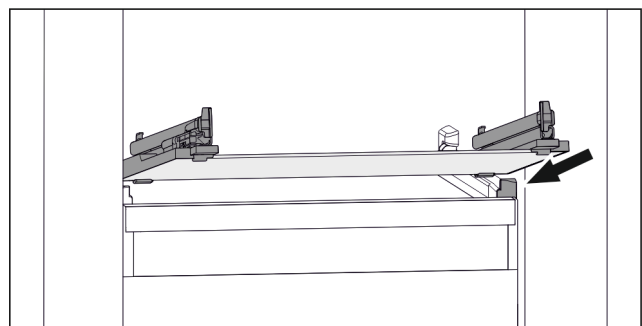

Fig. 64 Beispielhafte Darstellung der Glasplatte
- ▶ Glasplatte schräg hinter den Stopperrn aufsetzen. (siehe Fig. 64)